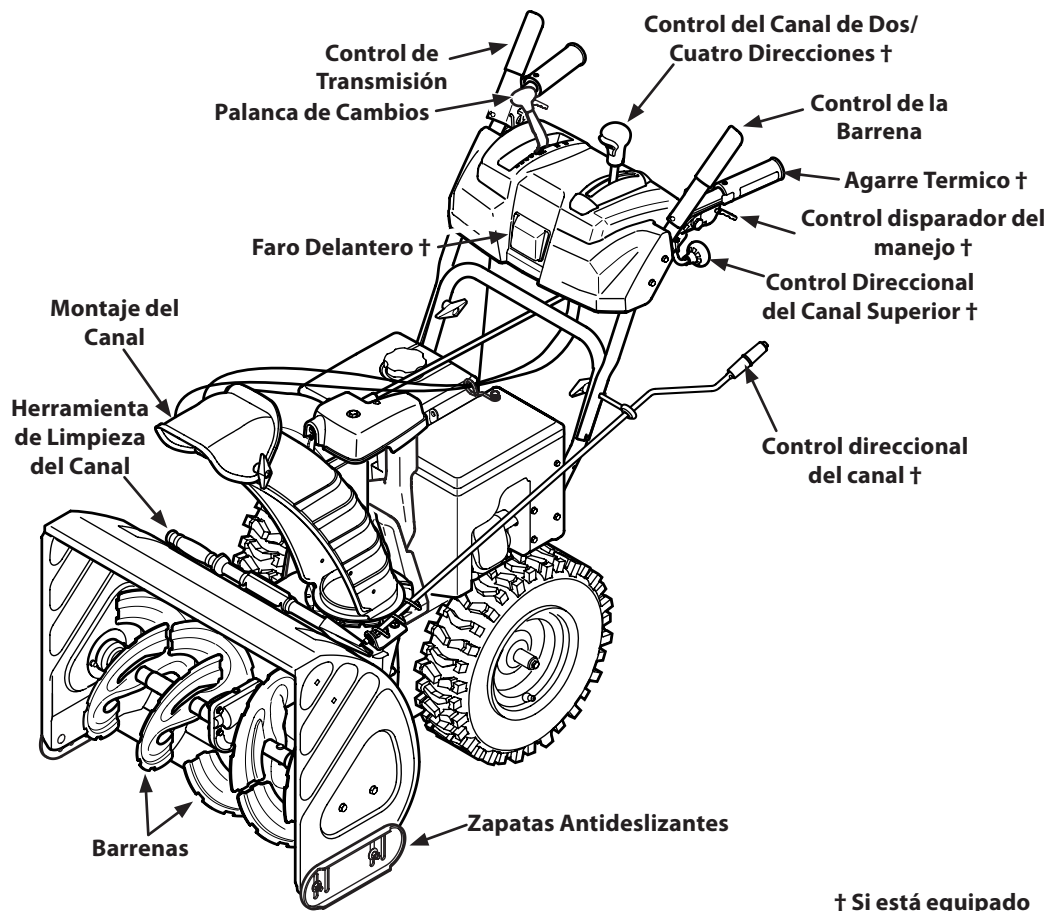

Figura 4-1
**NOTA:** La asamblea del canal en el modelo 2840 es controlada por la 4-forma direccional del canal de control. Vea la Figura 4-1.
Los controles y características de la máquina quitanieve se describen a continuación y se ilustran en la Figura 4-1.